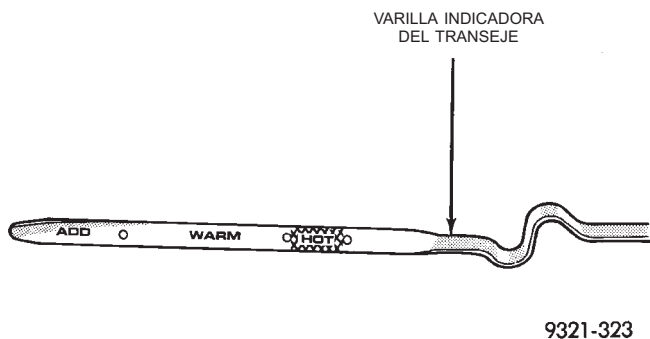

Fig. 10 Marcas del indicador del nivel de líquido
(6) Arranque el motor y permita que funcione al ralentí por lo menos un minuto. Luego, con los frenos de estacionamiento y de servicio aplicados, desplace momentáneamente la palanca de cambios a cada posición, terminando en la posición de PARK (estacionamiento) o NEUTRAL (punto muerto).
(7) Verifique el nivel de líquido del transeje y agregue una cantidad apropiada a fin de llevar el nivel del líquido a 3 mm (1/8 pulg.) por debajo de la marca "ADD" (agregar) de la varilla indicadora (Fig. 10).
(8) Verifique nuevamente el nivel de líquido después que el transeje alcance la temperatura de funcionamiento normal de 82° C (180° F).
(9) Para evitar la entrada de suciedad al transeje, asegúrese de que la varilla indicadora asiente en la abertura para la varilla.
(4) Siga el procedimiento recomendado por el fabricante y vacíe el líquido del transeje.
(5) Retire el conducto de succión del tubo de la varilla indicadora.
(6) Agregue 3,785 litros (4 cuartos de galón) de líquido para transmisiones automáticas ATF Plus 3 Tipo 7176, ATF+3 (Automatic Transmission Fluid), de Mopar® por la abertura para la varilla indicadora de nivel.
(7) Arranque el motor y permita que funcione en ralentí por lo menos un minuto. Luego, con el freno de estacionamiento aplicado, presione con el pie el freno de servicio y desplace el transeje desde la posición de estacionamiento a todas las posiciones de cambios, para terminar en la posición de PARK o NEUTRAL.
(8) Verifique el nivel de líquido de transeje y agregue una cantidad apropiada para que el nivel de líquido de transeje esté a 3 mm (1/8 pulg.) por debajo de la marca "ADD" de la varilla indicadora (Fig. 10).
(9) Verifique nuevamente el nivel de líquido después que el transeje alcance la temperatura de funcionamiento normal de 82° C (180° F).
(10) Para evitar la entrada de suciedad al transeje, asegúrese de que la varilla indicadora asiente en la abertura para la varilla.